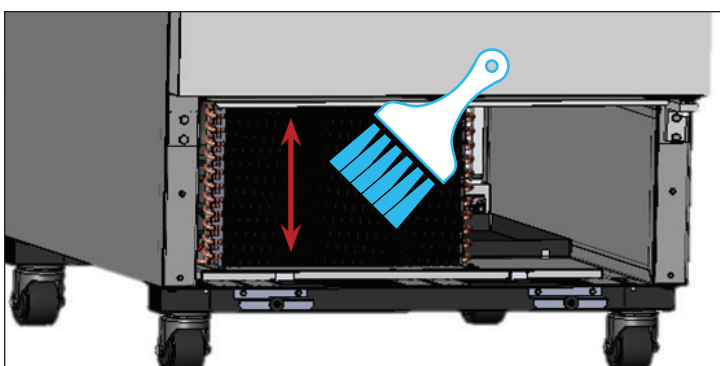

Рис. 3. При чистке не допускается вести щетку поперек ребер.
3. Щеткой с жесткой щетиной тщательно очистить передние ребра змеевика конденсатора от накопившейся грязи (см. рис. 3).